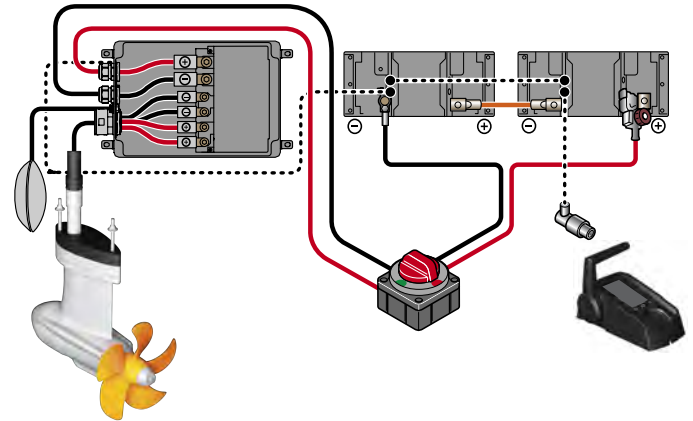

Fig. 17: Schéma électrique de la Power 26-104
2. Raccordez les câbles restants aux batteries, voir "Fig. 17: Schéma électrique de la Power 26-104".